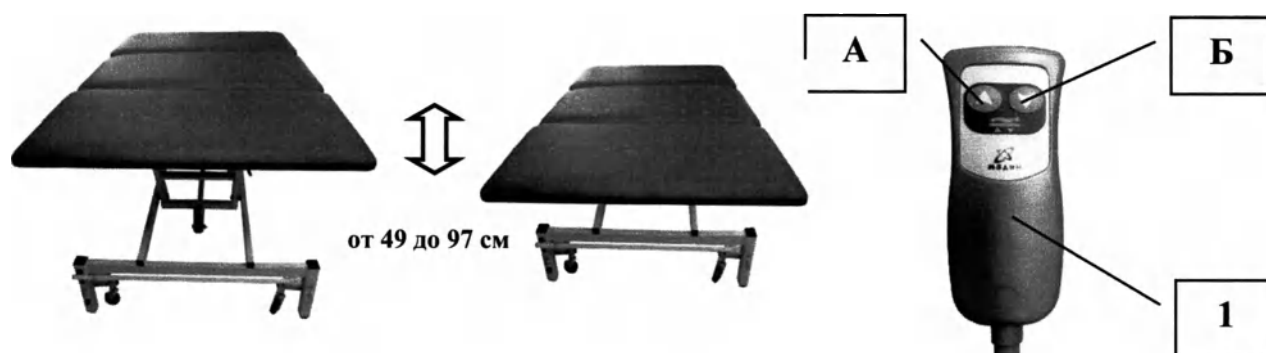
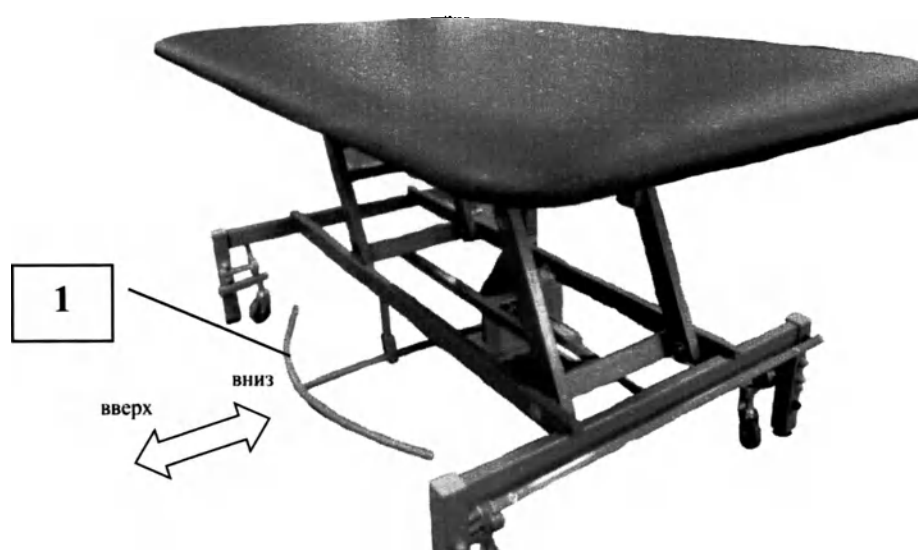

Рисунок 8 - Регулировка высоты стола ручным пультом управления (опция [Р])
Рисунок 9 – Регулировка высоты стола ножной педалью управления (опция [Н]).
7.3.1 Подъем (опускание) ложа стола осуществляется с помощью электропривода (актуатора) управляемого либо с помощью ручного пульта управления (опция [Р]), рисунок 8, поз.1, либо с помощью ножной педали управления (опция [Н]), рисунок 9, поз 1. Подъем/опускание стола с помощью ножной педали управления описано в п. 3.5. После достижения максимальной или минимальной высоты электропривод выключается автоматически.